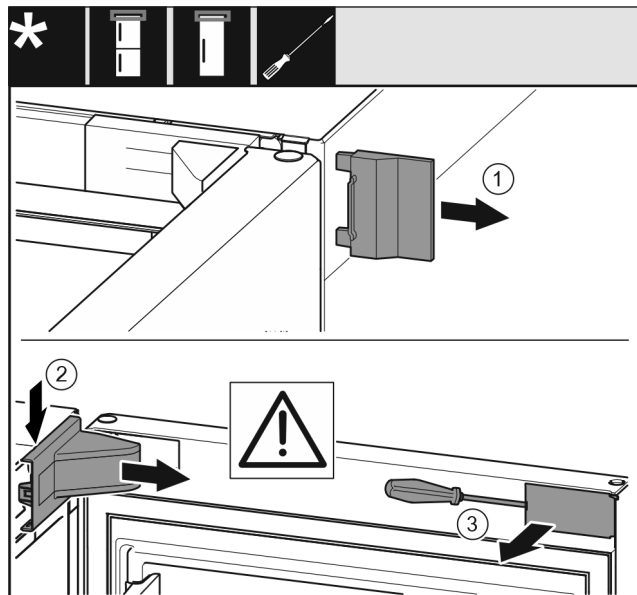

Fig. 10
- Αφαιρέστε το εξωτερικό κάλυμμα Fig. 10 (1).
- Ξεκουμπώστε και αφαιρέστε το κάλυμμα του στηρίγματος Fig. 10 (2).
- Ξεκουμπώστε το διακοσμητικό κάλυμμα Fig. 10 (3) με ίδιο κατσαβίδι και παραμερίστε το προς το πλάι.